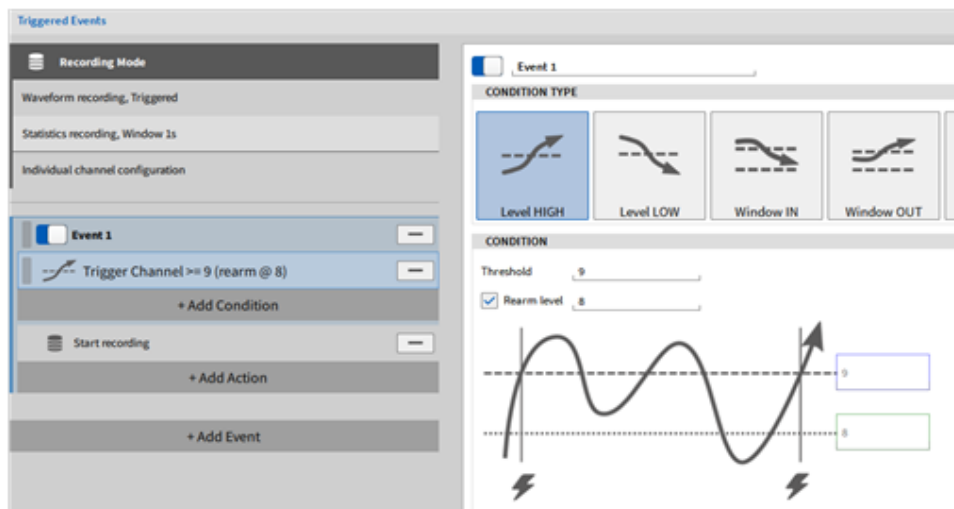
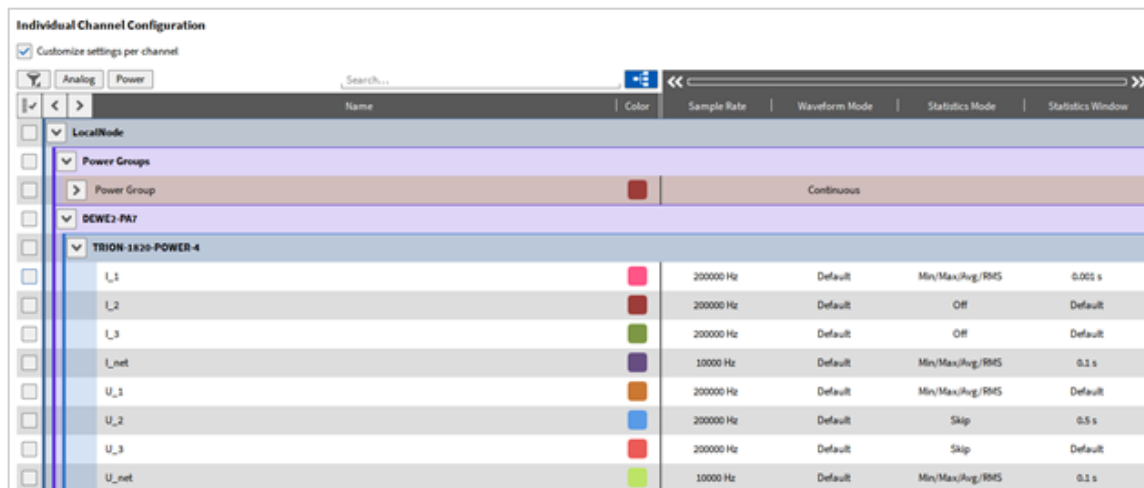

Abb. 9.49: Beispiel: Triggerereignisse - Einstellungen
Abb. 9.50: Beispiel: Individuelle Kanalkonfiguration - Einstellungen
Abb. 9.49 und Abb. 9.50 zeigen die Einstellungen. In diesem Beispiel wird gezeigt, wie die berechneten Power-Kanäle kontinuierlich gespeichert werden und die Rohdaten bzw. Zeitdaten nur im Falle eines Evens. Für die Zeitdaten wurden zudem unterschiedliche Sampleraten eingestellt (siehe *Individuelle Kanal-Samplerate*) und verschiedene Einstellungen für statistische Daten getroffen.
2. Die anderen Kanäle des TRION-1820-POWER-4 Moduls wurden auf *Default* gesetzt. Dies bedeutet, sie werden dann aufgezeichnet, wenn das Event eintritt. Abb. 9.49 zeigt, dass die Aufzeichnung gestartet wird, wenn der Kanal Trigger über 9 V ansteigt. Ab diesem Zeitpunkt werden die Rohdaten bzw. Zeitdaten gespeichert mit einer Samplerate von 200 kHz bzw. 10 kHz für die Kanäle *I_Netz* und *U_Netz*.